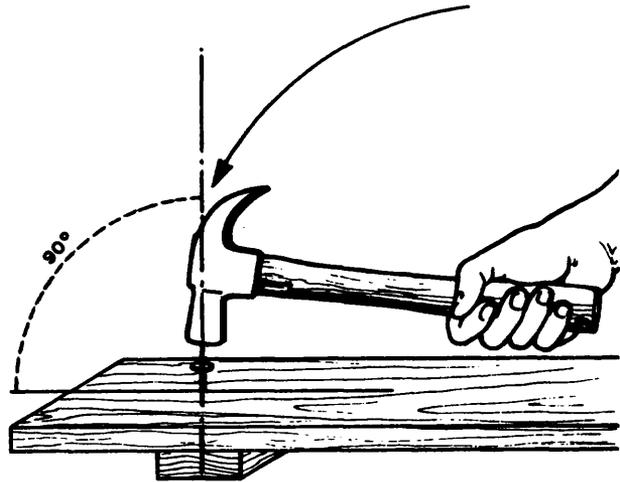

Fig. 3
- 1) La base del martillo que golpea al clavo, debe caer bien plana sobre la cabeza de éste. (Fig. 3).